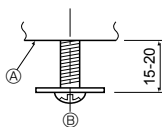

Fig. 5-5
5.4.1. Montaj hazırlıkları (Fig. 5-5)
- Birlikte verilen rondelalı vidayı ② şemada görüldüğü biçimde ana üniteye (köşe drenaj borusu kısmına ve karşı köşeye) takın.